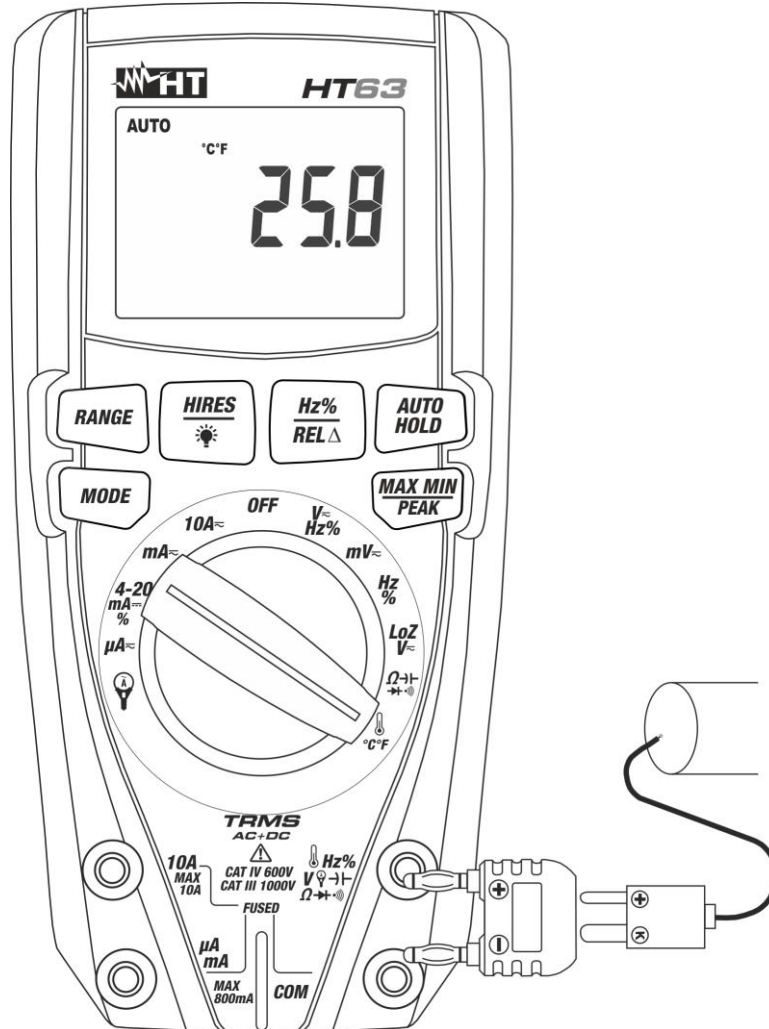

Abb. 9: Verwendung des Gerätes für Temperaturmessung
3. Verbinden Sie den mitgelieferten Adapter in die Eingangsbuchsen Hz% V Ω (Polarität +) und **COM** (Polarität -) (siehe Abb. 9).